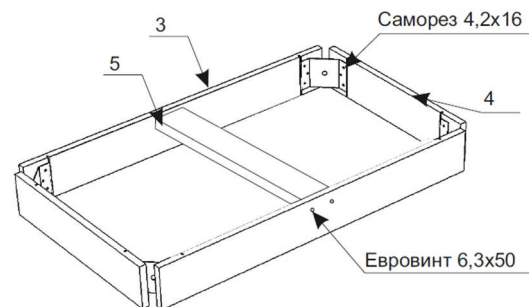

Рисунок 2
2. Соединить саморезами 4,2x16 малые царги (4) и большие царги (3) с помощью угловых стяжек. Установить планку для вставки (5) внутрь царгового пояса и закрепить евровинтами 6,3x50 с обеих сторон царгового пояса (рис.2).